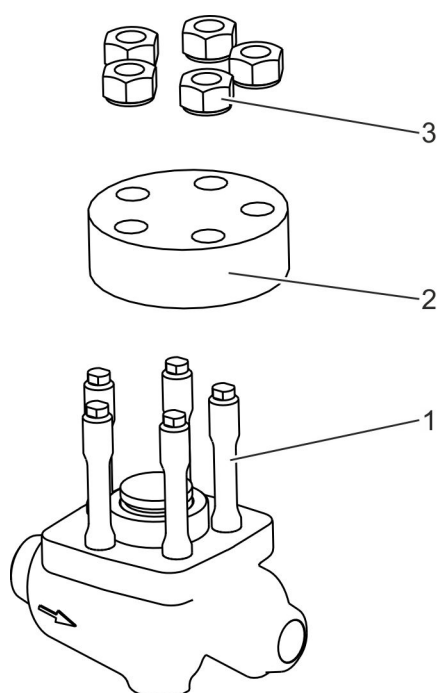

Fig. 10 : Mise en place du couvercle anti-retour
- 11.** Fixer le couvercle anti-retour (Fig. 10 /2) avec une autre personne sur les goujons filetés (Fig. 10 /1) du carter.
- 12.** Visser légèrement les écrous (Fig. 10 /3) sur les goujons filetés (Fig. 10 /1).